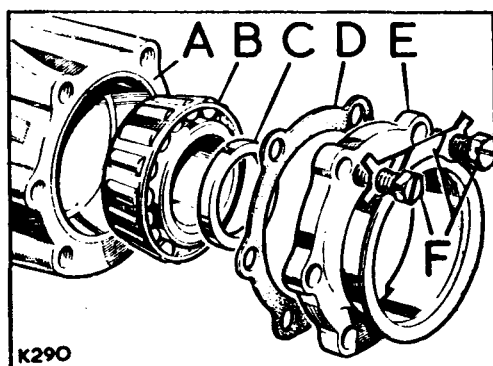

Fig. E1-41.- Caja del retén de aceite y cojinete
- 1.06.- Extraer la caja, E (Fig. E1-41), del retén de aceite y, a presión, el retén.